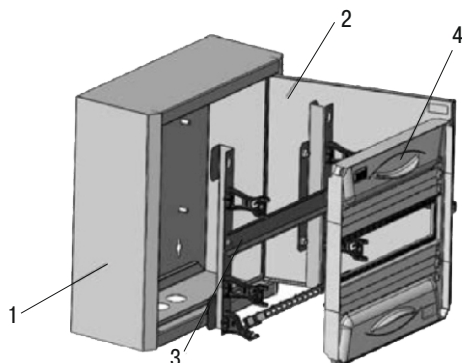

Рисунок 1 – Состав изделия
4.1 Корпус металлический ЩРн серии PRO (рисунок 1) конструктивно состоит из оболочки (1) с открывающейся дверью (2), монтажной рамы (3) и оперативной панели (4).